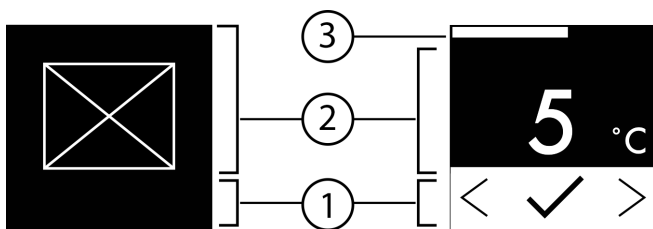

Fig. 6
- ▷ Статус: активовано Fig. 6 (1) з'являється скоро в підменю ().